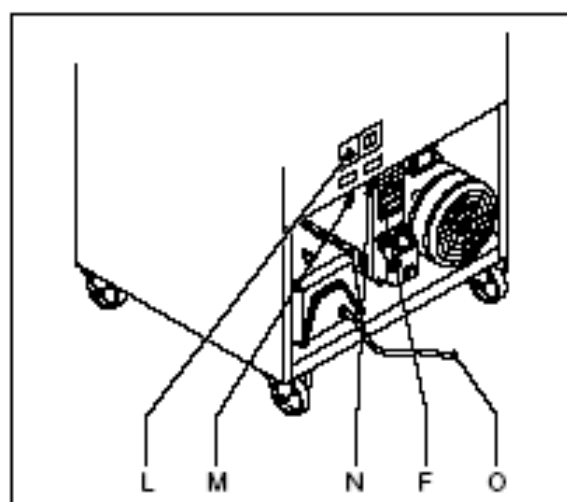
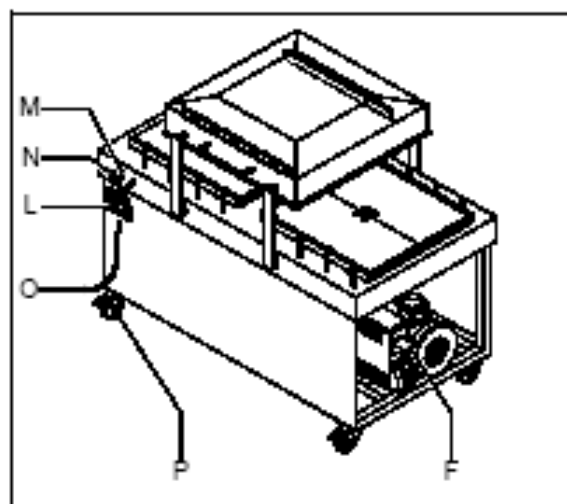

Fig. 4-6 Modelo de cámara simple (parte de conexiones)
Fig. 4-8 Modelo de cámara doble
- No vierta agua en la abertura de soplo de la bomba de vacío (Fig. 4-4, Fig. 4-6 o Fig. 4-8).